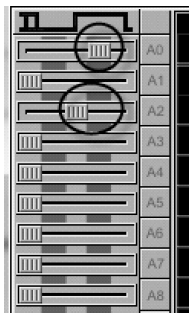

图 2-10 设置触发条件
④ 在仪器的左边找到复选框并设置以满足要求的触发条件。例如，如果当连接到通道0的信号为高且连接到通道2的信号是上升沿时，想要驱动仪器，则需要设置第一位为高，第三位为“low-High”，如图2-10所示。